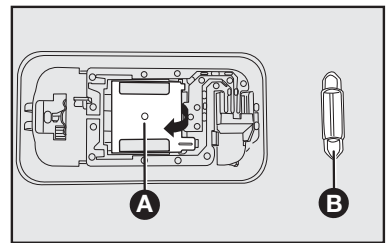

fig. 68
2) abrir a tampa **A-fig. 68**, com auxílio da chave de fenda, para ter acesso à lâmpada;
3) substituir a lâmpada cilíndrica **B-fig. 68**.